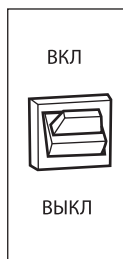

Рис. 9
9. Установите выключатель зажигания в положение «ВКЛ» (рис. 9).